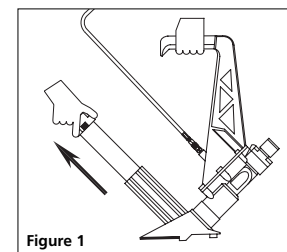

Figure 1
1. Tenir l'outil fermement, presser le verrou et tirer la porte du chargeur (voir la figure 1).
1. Tenir l'outil fermement, presser le verrou et tirer le chargeur (voir la figure 1).